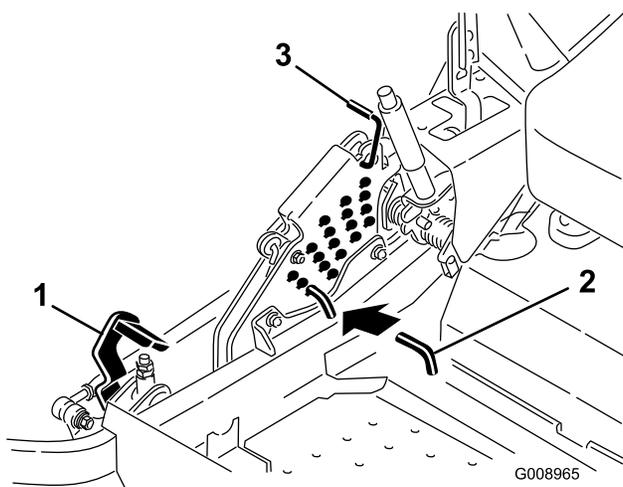

Figure 26
2. Appuyez sur la pédale de relevage du tablier avec le pied et relevez le tablier en position de transport (qui est aussi la position de hauteur de coupe de 140 mm [5-1/2"]) (Figure 26).
3. Pour changer de hauteur de coupe, retirez la goupille fendue et l'axe de chape du support de hauteur de coupe (Figure 26).
4. Placez la goupille dans le trou du support correspondant à la hauteur de coupe voulue (Figure 26).